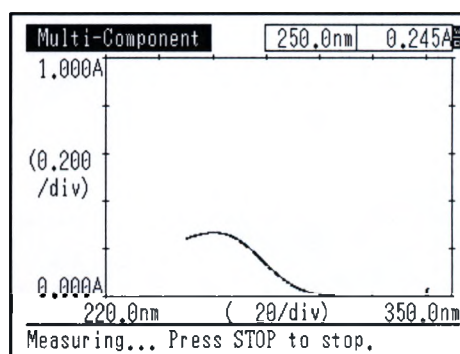

Рис. 11.11 Экран во время измерений
- 2 Поместите кювету со стандартным образцом в кюветный отдел прибора и нажмите клавишу . Появится экран регистрации спектра (Рис. 11.11), и начинается измерение.